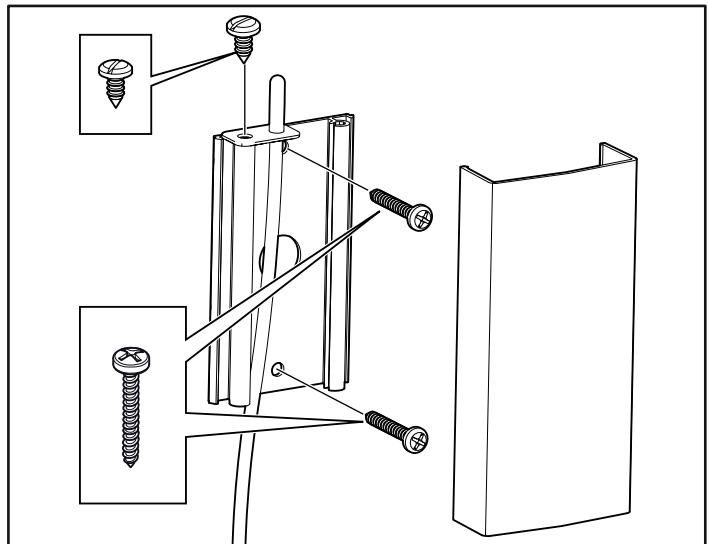
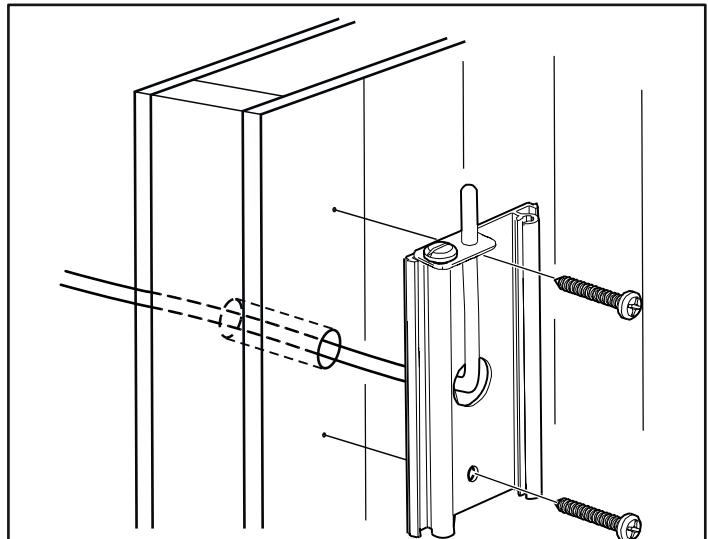

Рисунок 21: Установка датчика
Рисунок 22: Проведение проводки через стену.
3. Установите датчик на стене (см. Рис. 21). Провод термистора также можно пропустить сквозь стену. Герметично заделайте все отверстия в стене за датчиком (см. Рисунок 22). Провод термистора может быть удлинен и выведен за пределы сауны, используя низковольтный провод (2-жильный).